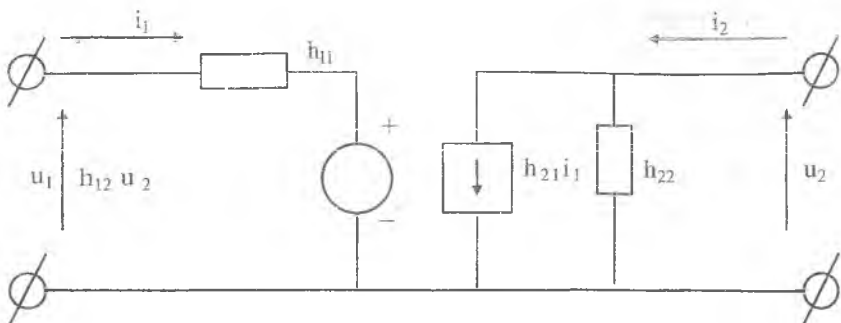

Рис.1. Эквивалентная схема четырехполюсника
Схемное решение системы (4) можно выразить эквивалентной схемой, изображенной на рис.1.